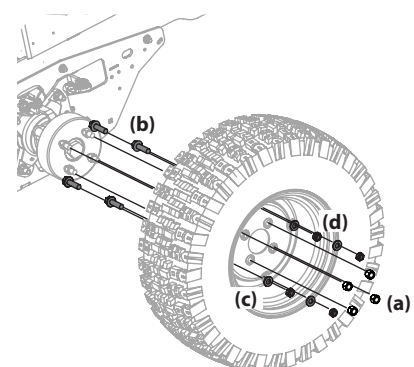

Figure 4-14
- Retirez les quatre écrous de roue (a) de la roue intérieure. Voir Figure 4-14.
- Si vous remplacez la roue intérieure, desserrez les 4 boulons (b), les rondelles (c) et les contre-écrous (d) qui retiennent les boulons de l'adaptateur de roues double. Voir Figure 4-14.